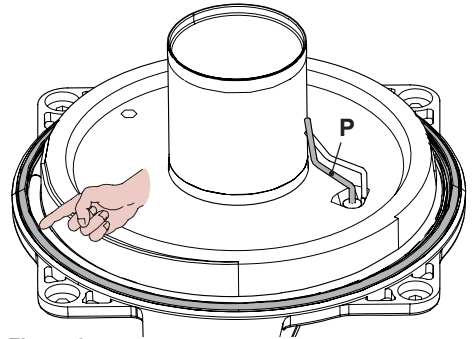
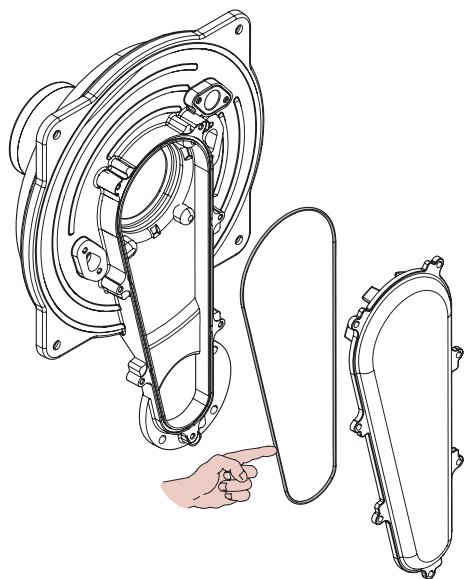

Figura 9.7
Figura 9.8
- La guarnizione in silicone della parete frontale della camera di combustione Figura 9.7 e la guarnizione del coperchio condotto aria/gas (Figura 9.8) devono essere cambiate se deteriorate e comunque devono essere obbligatoriamente sostituite ogni 2 anni.
- L'elettrodo di accensione/rilevazione P in Figura 9.7 funge anche da sensore per il corretto scarico della condensa.